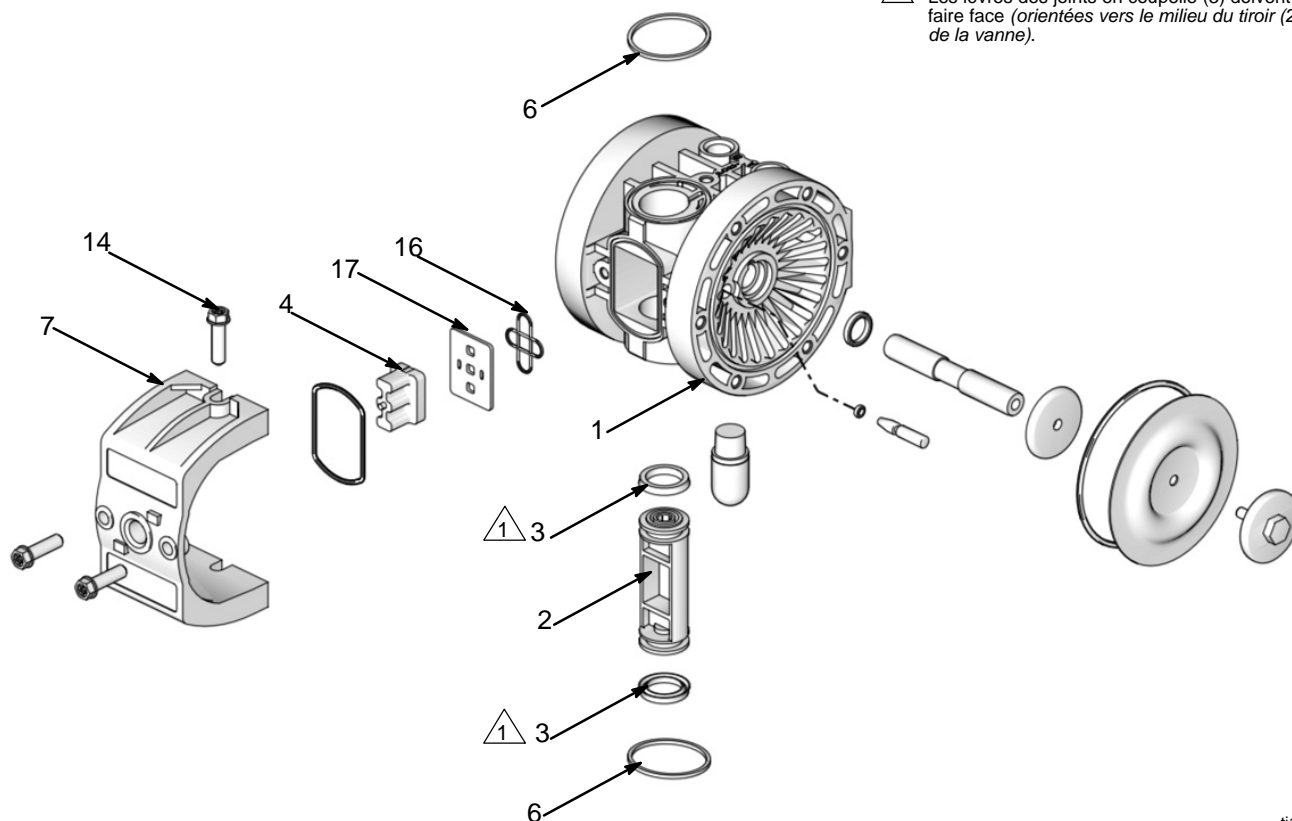

FIG. 5.
Procéder comme suit pour effectuer un entretien sur la vanne d'air. Voir FIG. 5.
2. Retirez les quatre vis (14) qui maintiennent le couvercle de la vanne (7) sur le boîtier central (1).
3. Démontez le bloc de vanne (4) et le chariot de vanne (2) et changez les joints en coupelle (3). Remplacer le tiroir et le bloc de la vanne. Lorsqu'il faut remplacer le tiroir de la vanne, mettre ce tiroir entièrement d'un côté ou de l'autre.
**REMARQUE** : Le bloc de vanne montré sur la FIG. 5 est pour les pompes avec un moteur pneumatique à commande pneumatique. Si la pompe utilisée a un moteur pneumatique à commande par électrovanne, sauter cette étape. Les pièces 2, 3, 4, 16 et 17 ne sont pas nécessaires.
5. Pour réinstaller le couvercle de vanne (7), écarter suffisamment le couvercle pour ne pas endommager les joints carrés (6), puis glisser le couvercle (7) dans la corps central.
6. Mettre les vis (14) et les serrer à un couple de 5,0 à 5,3 N•m (45 à 47 po-lb). Voir **Séquence de serrage** à la page 18.
**⚠** Les lèvres des joints en coupelle (3) doivent se faire face (*orientées vers le milieu du tiroir (2) de la vanne*).